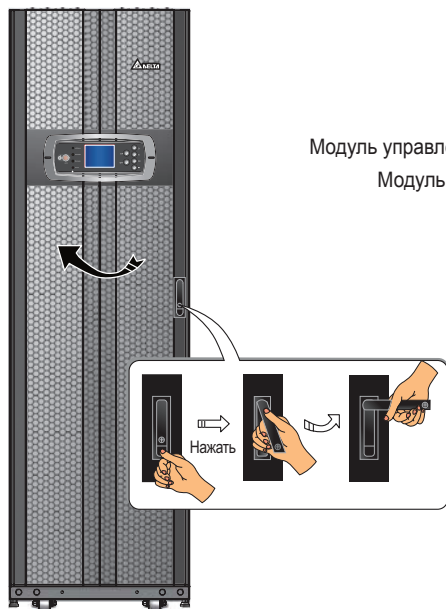
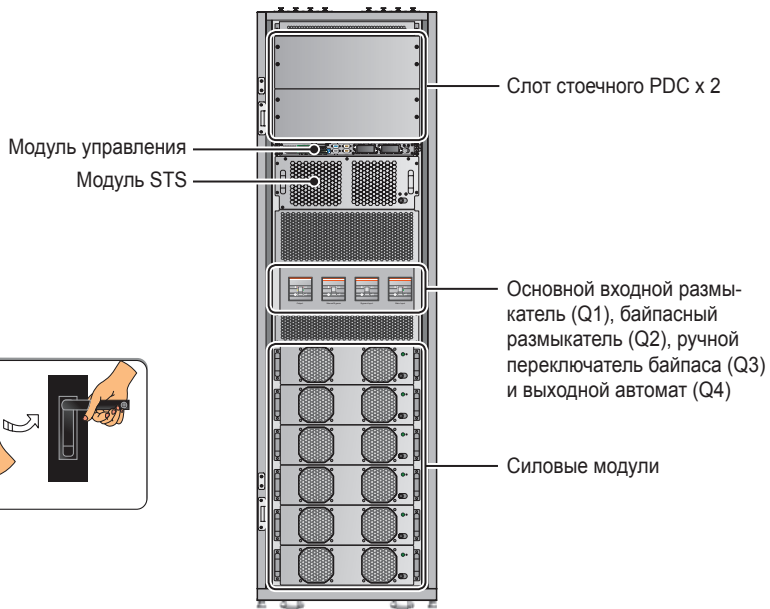

Рис. 2-4. Вид спереди
Рис. 2-5. Вид спереди с открытой дверцей
- **Вид спереди:** после того, как будет отперта и открыта передняя дверца, можно увидеть два слота для стоечных PDC, модуль управления (с коммуникационными интерфейсами), модуль STS, основной входной размыкатель (Q1), байпасный размыкатель (Q2), ручной переключатель байпаса (Q3), выходной автомат (Q4) и шесть слотов силовых модулей (см. Рис. 2-4 и Рис. 2-5).